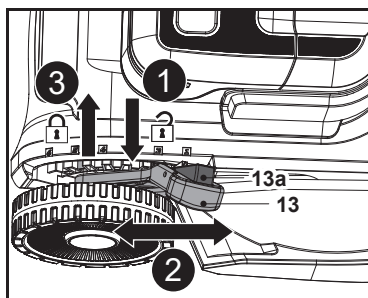

Fig. 10
1. Prima o botão de bloqueio (13a) e mantenha-o nessa posição (Fig. 10, passo 1).
2. Desloque a alavanca (13) para a frente ou para trás para ajustar a altura de corte (Fig. 10, passo 2).
3. Solte o botão de bloqueio (13a) e certifique-se de que a alavanca (13) engata corretamente na ranhura (Fig. 10, passo 3).